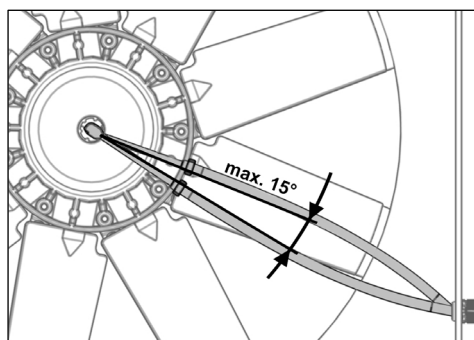

Fig. 30
- ▶ Verificare la tensione ed eventualmente tendere nuovamente il tubo flessibile pneumatico (vedi Fig. 30).